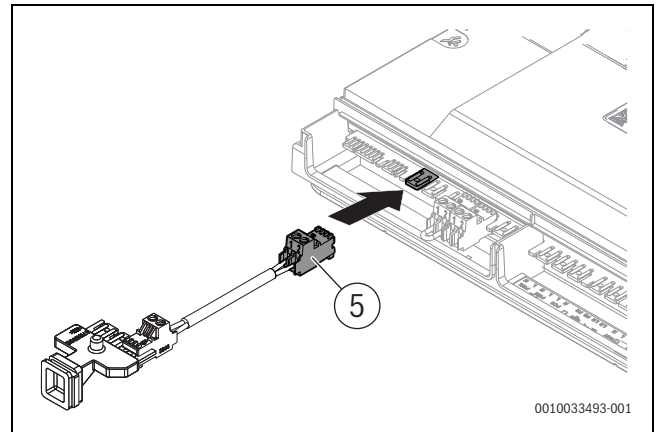

Bild 118 BUS-Kabel am BUS-Steckplatz der Klemmleiste anschließen
- ▶ BUS-Kabel der Anschlussleiste (→ Bild 118, [5]) am BUS-Steckplatz der Klemmleiste anschließen.